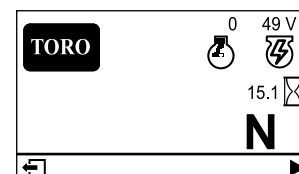

Figure 22
- **Écran d'information principal (Figure 22) :** affiche les données actuelles de la machine quand la clé est à la position CONTACT.